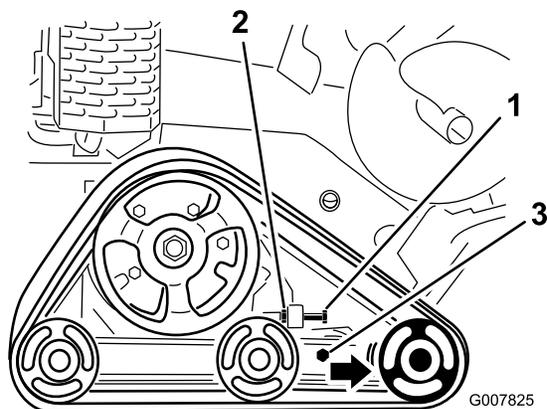

Рисунок 46
3. Ослабьте контргайку на натяжном болте гусеницы и зажимные болты на натяжном рычаге (Рисунок 46).
4. Для натяжения гусеницы затяните натяжной болт с моментом 32,5–40 Н·м (Рисунок 46).
4. Отвинтите натяжной винт и контргайку (Рисунок 46).
5. Ослабьте зажимные болты (Рисунок 46).